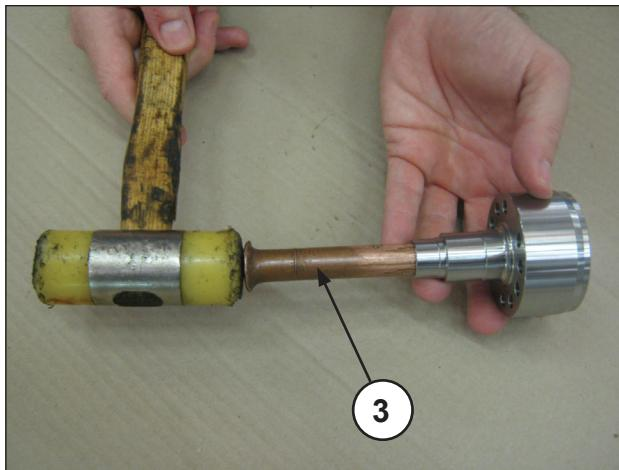
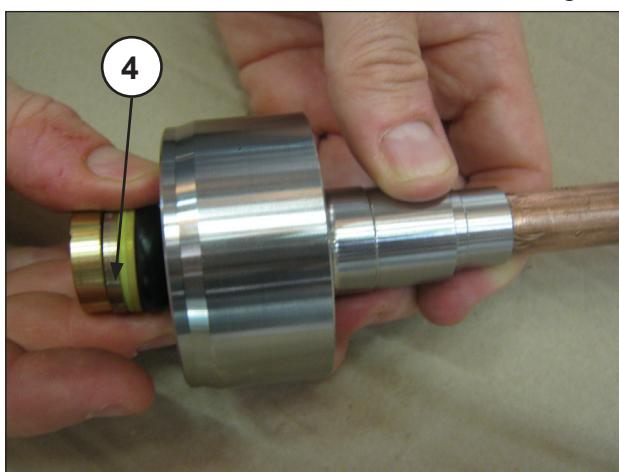

Fig. 116
Fig. 117
- Con el soporte de las juntas HP desmontado y utilizando la clavija adecuada (pos. ③ Fig. 116) extraer el paquete H.P. (alta presión) (pos. ④ Fig. 117) y, por último, el anillo de cabecera (Fig. 118).
**Sustituir el paquete HP (Fig. 117, pos. ④) cada vez que se realicen operaciones de desmontaje.**